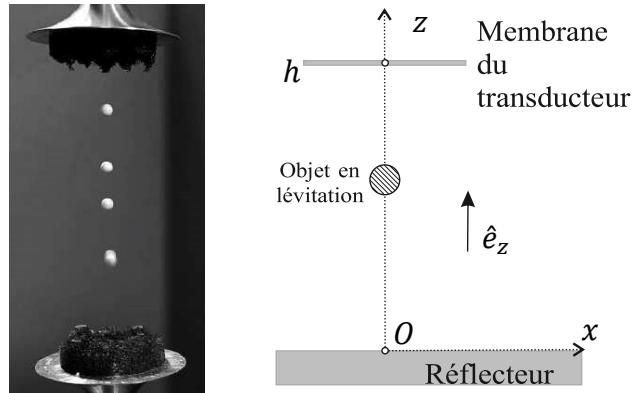

Figure 1 – À gauche : lévitation acoustique de particules de polystyrène expansé. À droite : schéma de principe du dispositif de lévitation acoustique.
Le dispositif de lévitation acoustique est présenté et modélisé sur la figure 1.
□ 16 — Comme on le voit sur la figure 1 le dispositif permet de faire léviter plusieurs objets. Quelle est la distance qui les sépare ? Exprimer le nombre maximal de ces objets en fonction de  $\lambda$  et  $h$ .